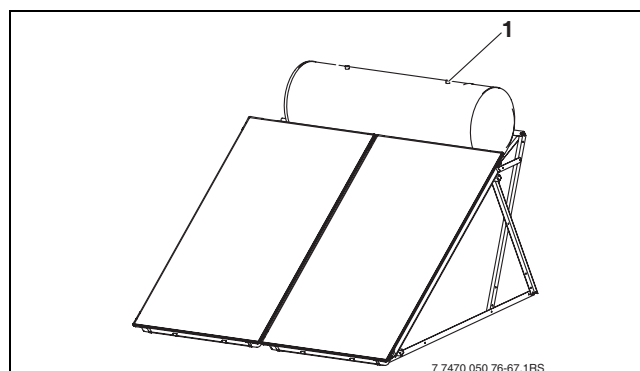

Fig. 80 Remplissage de l'installation
- ▶ Verser le fluide solaire en haut dans le ballon (fig. 80, [1]) jusqu'à ce qu'il s'écoule de la buse de remplissage.